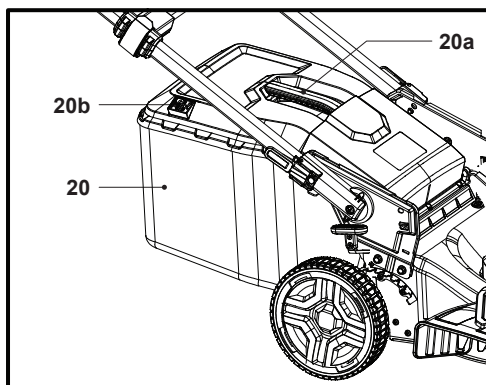

Fig. 12
1. Tant que la trappe (20b) est ouverte, le bac de ramassage (20) peut encore recueillir de l'herbe (Fig. 12).